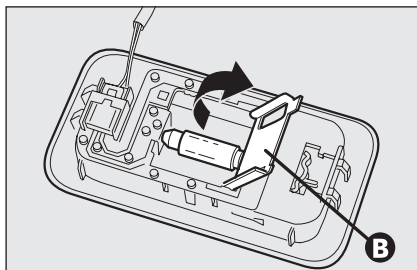

fig. 51
- aprire il coperchio di protezione **B-fig. 51** e sostituire la lampada svincolandola dai contatti laterali accertandosi che la nuova lampada risulti correttamente bloccata tra i contatti stessi;